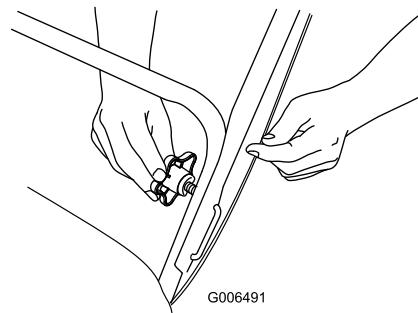

Figure 5
2. Insérez le dispositif de blocage en "U" dans le trou libre du guidon et serrez fermement les boutons du guidon (Figure 5).